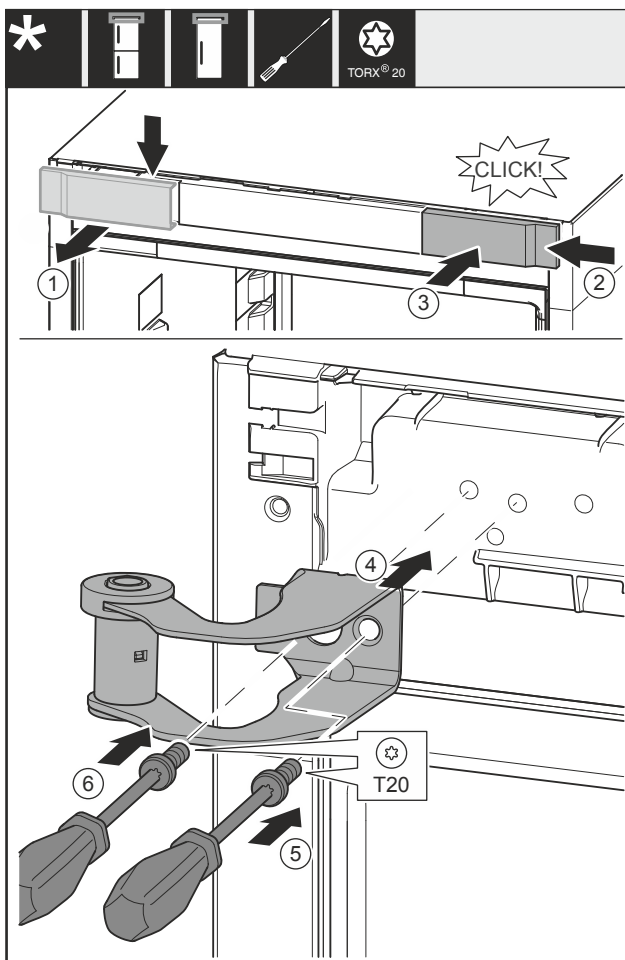

Fig. 17
- Rimuovere la copertura Fig. 17 (1) dall'alto in avanti.
- Agganciare da destra la copertura Fig. 17 (2) ruotata di 180° sull'altro lato.
- Innestare la copertura Fig. 17 (3).
- Applicare la staffa di supporto superiore Fig. 17 (4).
- Stringere la vite Fig. 17 (5).
- Stringere la vite Fig. 17 (6).